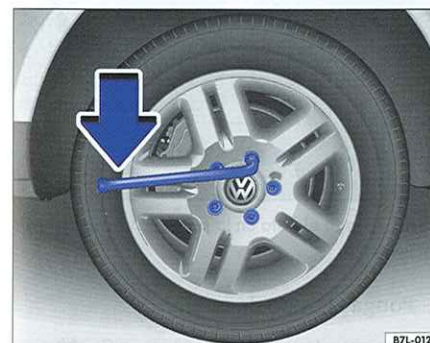

Fig. 28 Cambio de rueda: aflojar los tornillos de rueda
- Introduzca la llave de rueda hasta el tope en el tornillo ⇒ fig. 28.